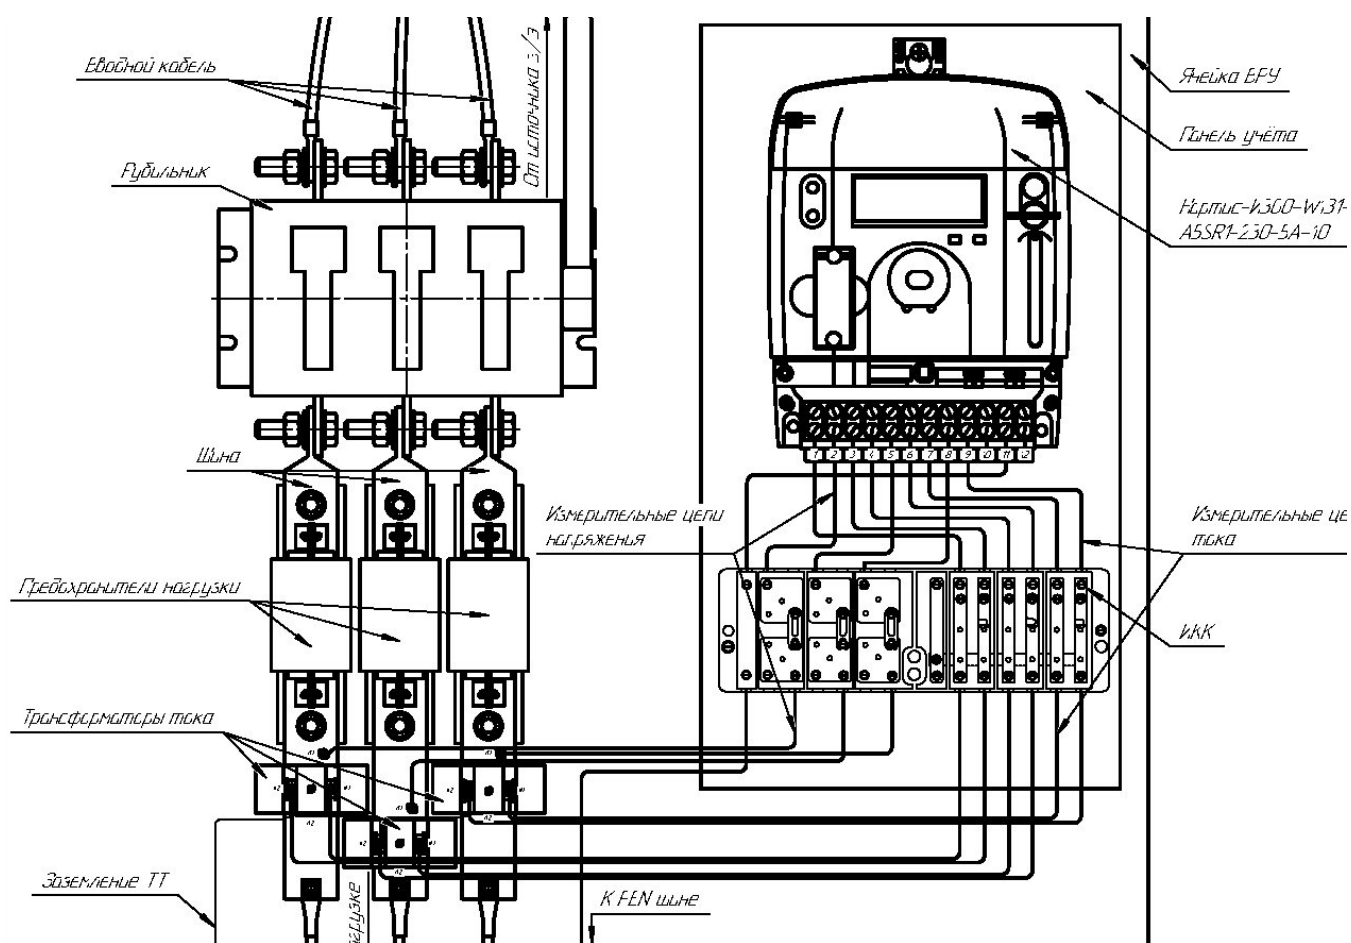

Рисунок 5 – Установка счетчика НАРТИС-И300 W131 A5S(A5SR1)10 на панель учета
4.4 Установить испытательную клеммную колодку (ИКК) в шкаф или на панель учета непосредственно под счетчиком (рисунок 5). При этом расстояние между испытательной клеммной колодкой и счетчиком должно составлять не менее 70 мм.